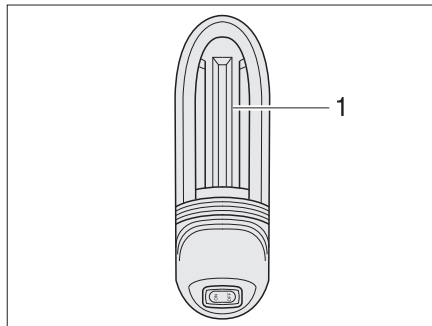

Bild 283 Garagenleuchte
- Leuchtenabdeckung (Bild 283,1) etwas nach oben schieben und abnehmen.